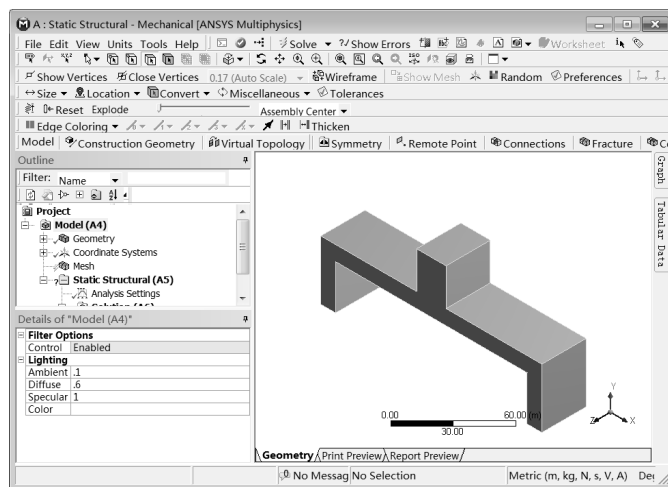

图 5-171 Mechanical 界面
Step1：双击主界面项目管理区项目 A 中的 A4 栏 Model 项，进入如图 5-171 所示的 Mechanical 界面。在该界面下即可进行网格的划分、分析设置、结果观察等操作。